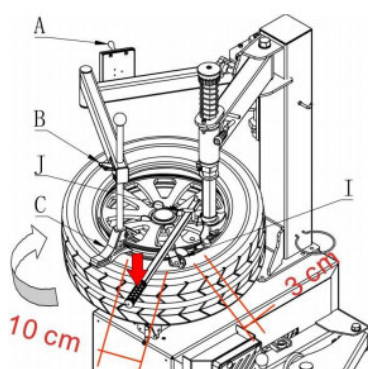

Abb.15
- Ziehen Sie die Druckrolle D in die Position wie in Abb.15 zurück, ziehen Sie den Schalter A nach unten und lassen Sie die Druckrolle den Reifenwulst in die Nut drücken. Die Rolle I (am optionalen Hebel) hilft ebenfalls, den Reifenwulst 3 cm vor dem Montage-/Demontagekopf zu drücken, wie in Abb.15 dargestellt